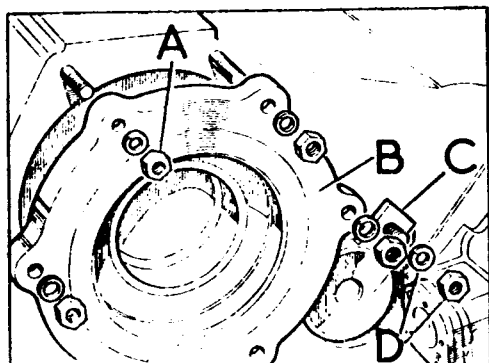

Fig. C1-26 Caja del cojinete trasero del eje de salida
- B) Tornillos y arandelas (10) de la tapa
- 1.4. Desmontar la caja, B (Fig. C1-26) del cojinete trasero del eje de salida, o, si la lleva instalada, la toma de fuerza. Soltar la tuerca, D, y la placa-retén, C, del eje intermedio.